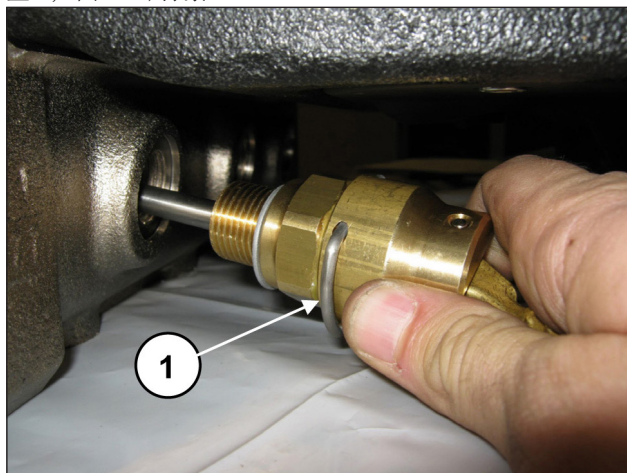
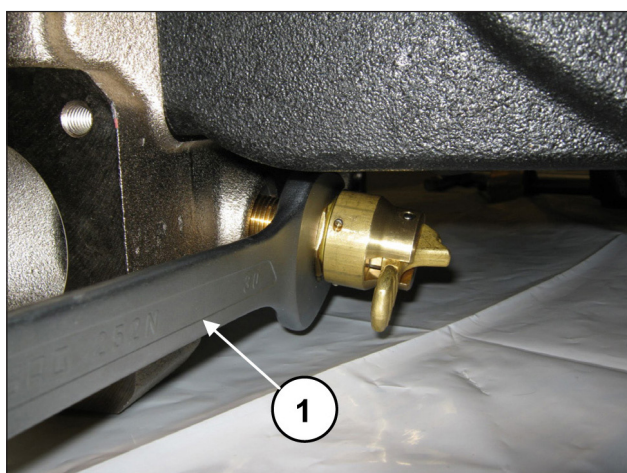

图 166
图 167
安装阀门打开装置(位置①，图 166)并通过30毫米扳手(位置②，图 167)拧紧。